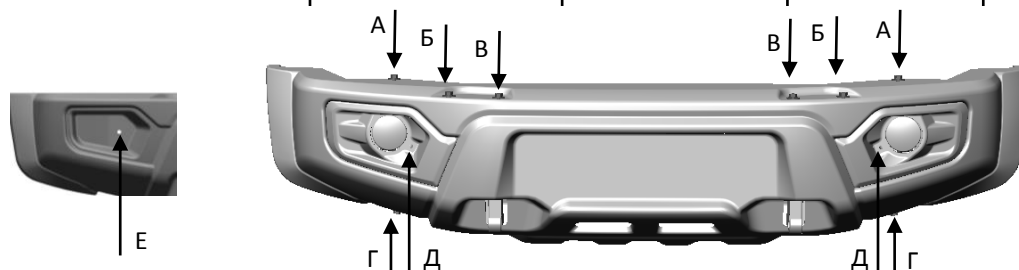

Рис.3
3. ** Снять накладки противотуманных фар, вывернув винты Д (рис.3) и снять противотуманные фары.
4. Отсоединить металлический каркас от композитного бампера, вывернув болты А, Б, В, Г и Е (рис.3).
10. Установить композитный бампер на силовом каркасе. **Внимание! Сначала вернуть болты Б и В, затем притянуть бампер к металлическому каркасу болтами Е, и затем вернуть болты А и Г (рис.3)**